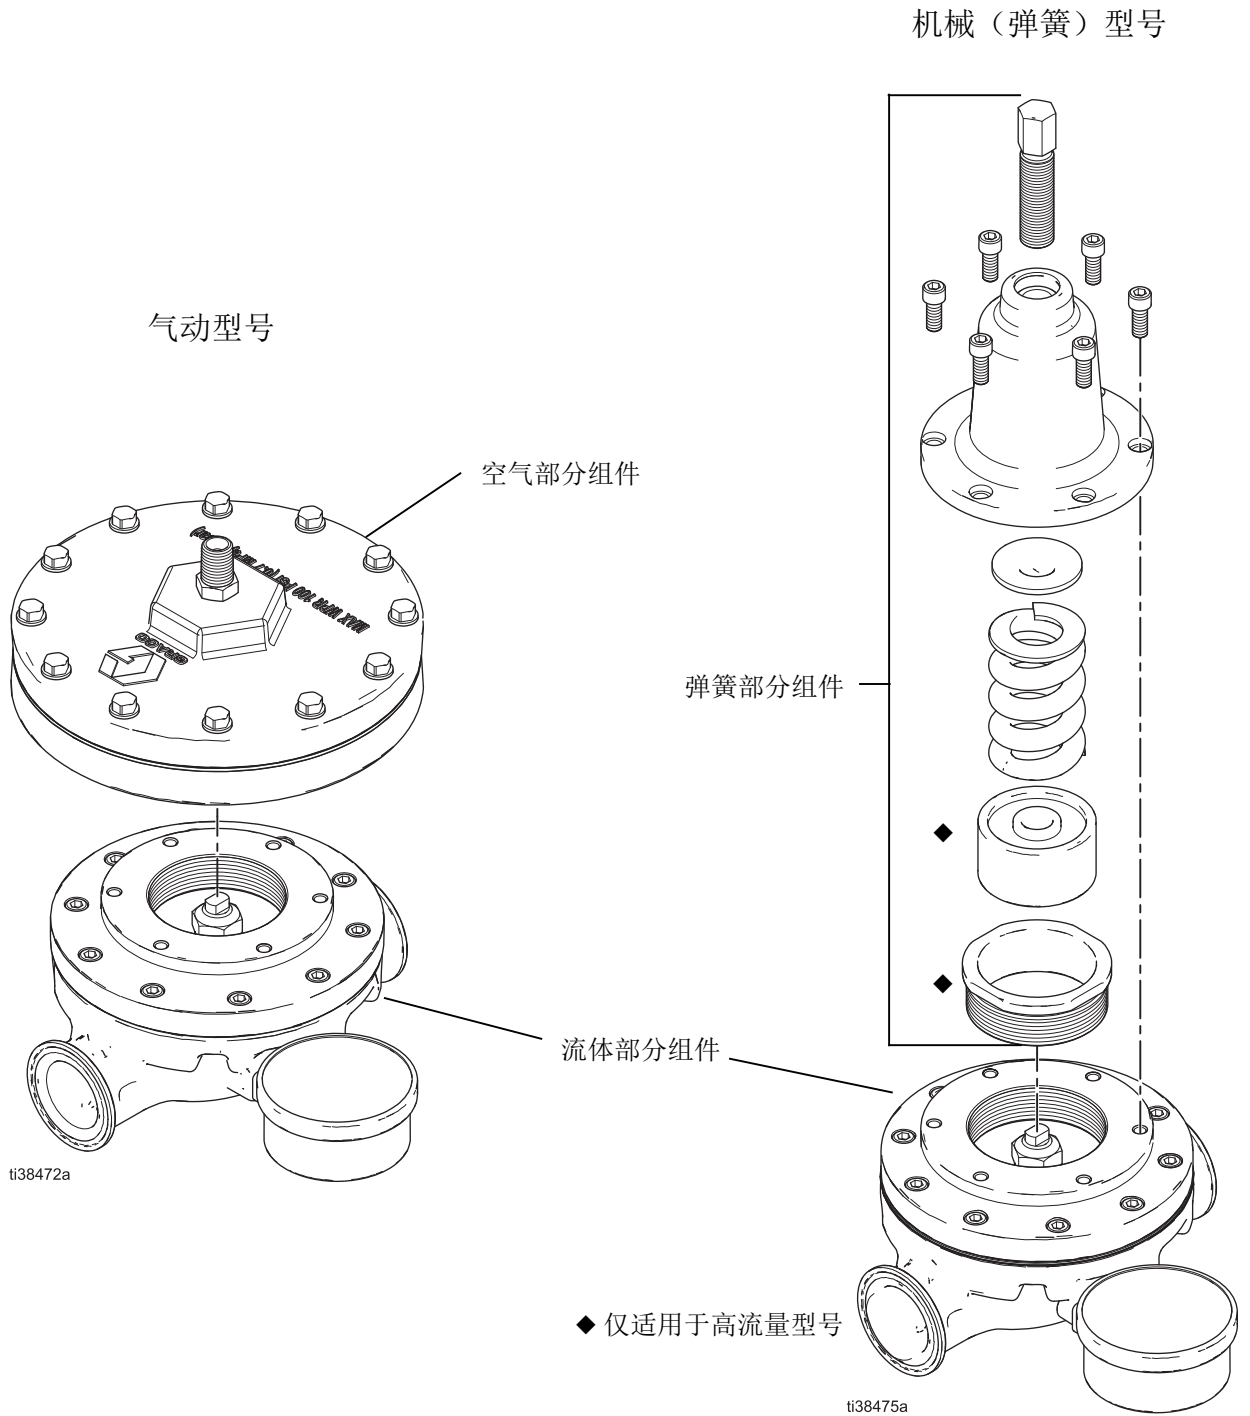

图 2. 背压调节器部分
5. 要修理 BPR，请根据您的设备参见以下说明（参见图 2）：